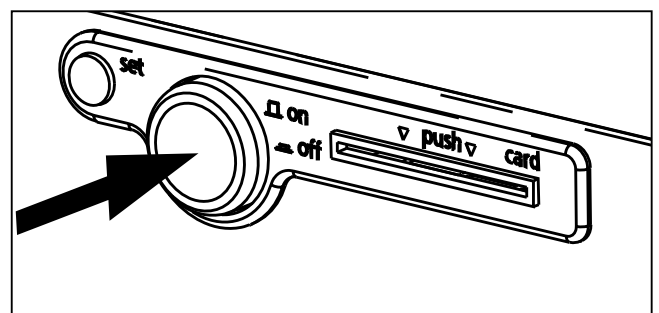

Fig. 17 Apagar incubador
- ▶ Desconectar: presione el interruptor principal de manera que se introduzca en el equipo (Fig. 17).